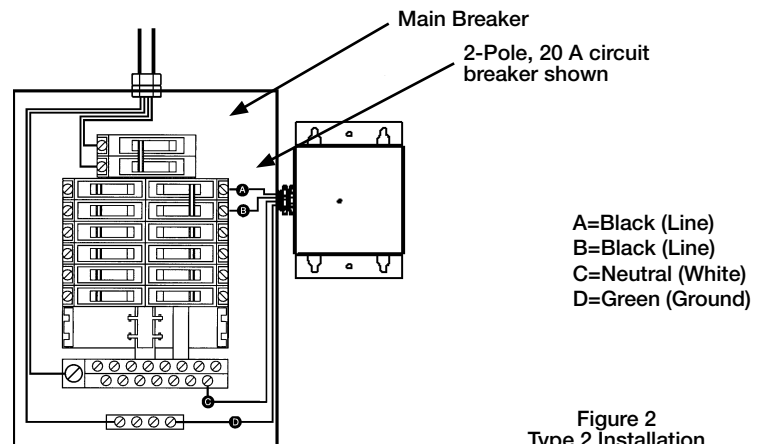

Figure 2
3. Connect the white wire from the SPD to the neutral bus bar in the panel as shown in figure 2.
4. Connect the two black wires to a circuit breaker as shown in figure 2. For best performance from SPD the maximum recommended circuit breaker size of 240 V, 20 A, 2-pole should be used.
3. Raccorder le fil blanc du limiteur de surtension à la barre de neutre du tableau, comme sur la Figure 2.
4. Raccorder les deux fils noirs à un disjoncteur, comme sur la Figure 2. Pour assurer un fonctionnement optimal du limiteur de surtension, utiliser un disjoncteur bipolaire de 240 V et 20 A, le calibre maximal recommandé.